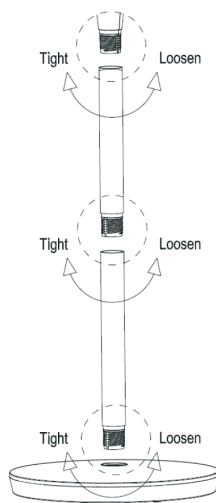

FIGURA 2
2. Alinee la base con el poste inferior y, a continuación, conéctelos en su sitio tal y como se muestra en la figura 2 y fíjelos con la tuerca de la figura 3.
3. Alinee el polo inferior con el polo superior y el cabezal del ventilador y, a continuación, conéctelos en su sitio tal y como se muestra en la figura 2.